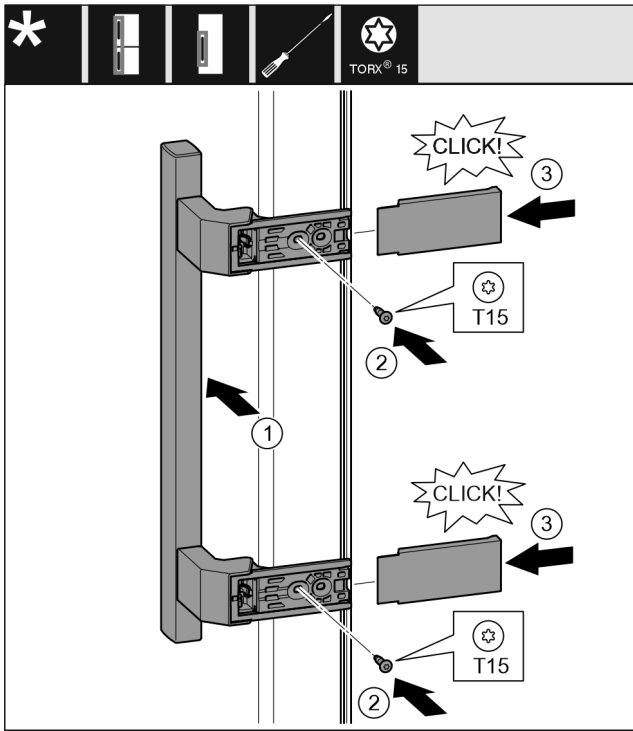

Fig. 31
- ▶ Aplicați mânerul pe partea opusă. Fig. 31 (1)
- ▶ Însurubați ferm șuruburile cu șurubelnița T15. Fig. 31 (2)
- ▶ Aplicați și împingeți capacele laterale. Fig. 31 (3)